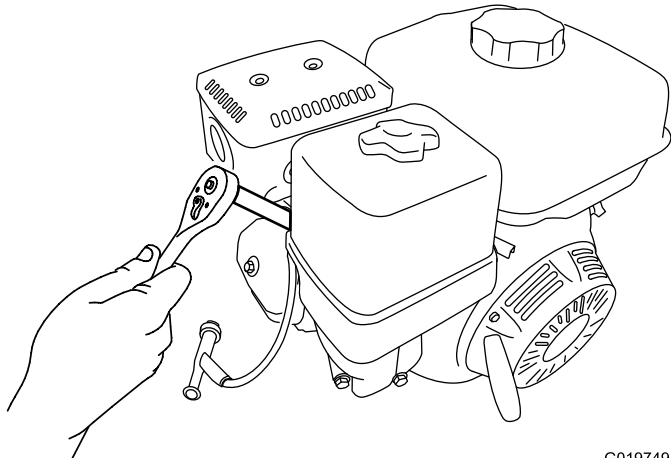

Figura 46
- Gire la bujía en sentido antihorario usando la llave de bujías indicada para desmontar la bujía y la junta (Figura 46).
- Gire la bujía en sentido horario usando la llave de bujías indicada hasta que la bujía y la junta estén asentadas (Figura 46).